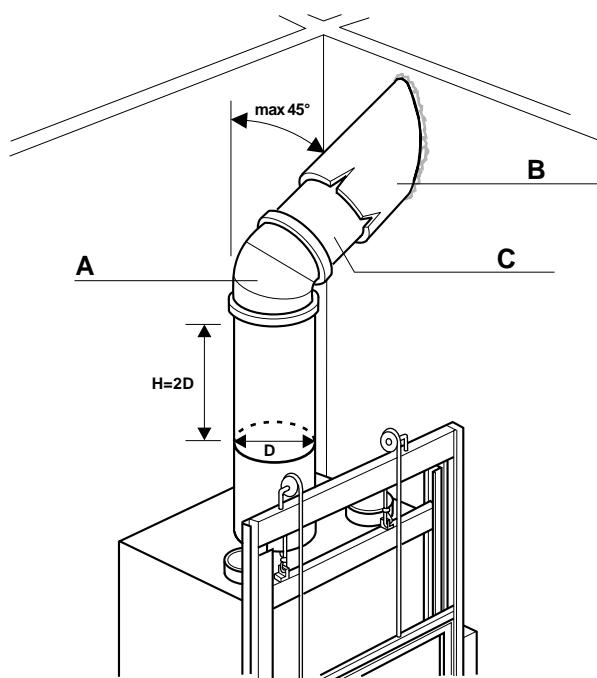

Fig. 5.8
5.8 COLLEGAMENTO ALLA CANNA FUMARIA (FIG. 5.8)
Le dimensioni della canna fumaria devono corrispondere a quanto indicato nella tabella riportata in quarta di copertina. Si consiglia di eseguire il raccordo per l'uscita fumi, tra il caminetto e la canna fumaria, mediante curve e tubi metallici di spessore adeguato, avendo l'attenzione di non superare l'inclinazione di 45° (vedi Fig. 5.8: **A**-curva, **B**-coibentazione fibra ceramica lana di roccia, **C**-tronchetto), qualora la canna fumaria non si trovi perpendicolare al caminetto. A raccordo eseguito è opportuno isolare i tubi metallici dell'uscita fumi con lana di roccia eventualmente ricoperta da foglio di alluminio esterno.
5.8 CONNECTION TO FLUE (FIG. 5.8)
Flue dimensions must correspond to those given in the technical characteristics table. The fumes outlet fitting between the fireplace and the flue should be effected using suitably thick metal and curved pipes, taking care not to exceed a 45° angle (see Fig.5.8: **A**- Pipe fitting - Bend - max. 45°, **B**-Ceramic fibre or rockwool insulation, **C**-Stub pipe) if the flue is not perpendicular to the fireplace.
5.8 ANSCHLUSS AN DAS RAUCHABZUGSROHR (ABB. 5.8)
Die Maße des Rauchfangs müssen den Angaben der Tabelle der technischen Merkmale entsprechen. Es ist empfehlenswert, den Anschluß für den Rauchabzug zwischen dem Kamin und dem Rauchabzugsrohr mittels Krümmungen und Rohren aus Metall mit geeigneter Stärke durchzuführen. Sollte sich das Rauchabzugsrohr nicht im rechten Winkel zum Kamin befinden, darf eine Neigung der Rohre von 45° nicht überschritten werden (siehe Abb. 5.8: **A**-Krümmung - Anschluß H = ø 2 - Max. 45°, **B**-Isolierung aus Keramikfaser oder Steinwolle, **C**-Stutzen). Nach dem Anschluß ist es empfehlenswert, die Metallrohre des Rauchabzugs mit Keramikfaser oder Steinwolle zu isolieren und eventuell mit einem Aluminiumblech zu verkleiden.